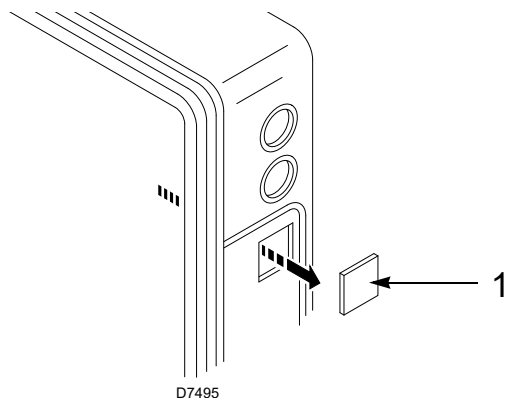

Fig. 1
- Quite el rectángulo precizallado 1)(Fig. 1) situado en el escudo anterior del quemador prestando atención al contactor XP2 que se encuentra en el interior.